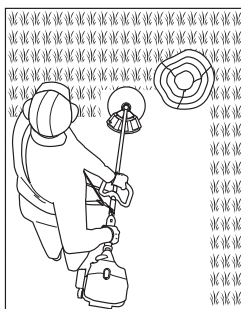

Fig. 15
- > Faites particulièrement attention lorsque vous travaillez à proximité de buissons ou d'arbres : la lame peut endommager les écorces tendres ainsi que les poteaux des barrières (fig. 15).